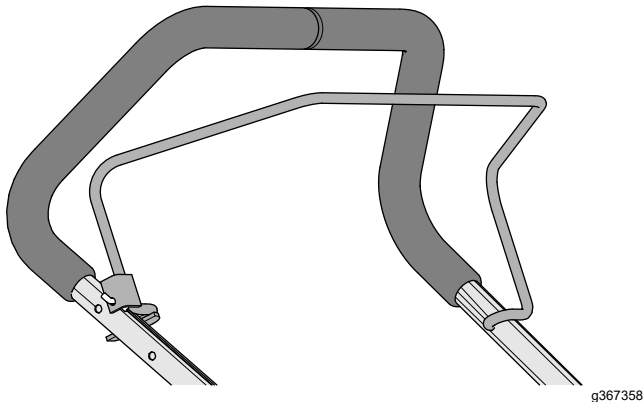

Figur 10
2. Dra kabelkopplingen genom hålet i fästet på förarnärvaroreglaget enligt Figur 10.